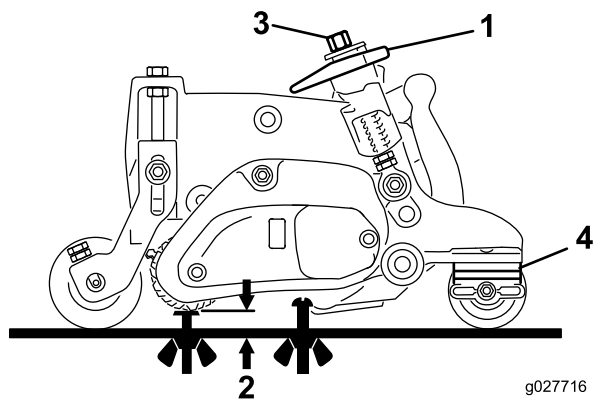

図 30
1. グルーマが、希望グルーミング高さに間違いなく調整されていることを確認する 図 30。